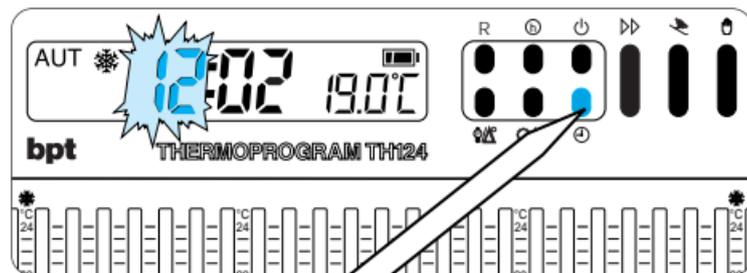

Fig. 17
5.3 - Premere il pulsante ⊕ (fig. 17).